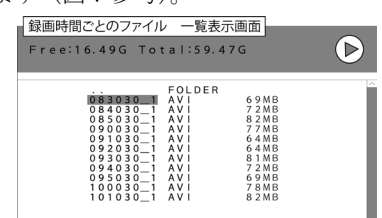

図11
- ⑤続いて、ディスプレイに“録画時間ごとのファイル”が一覧表示されます。“上/下ボタン”、“左/右ボタン”で確認したいファイルへカーソルを合わせ、“決定ボタン”で確定してください（図11参考）。
- ⑥ディスプレイに録画ファイルが映し出され、再生が開始されます。
- ⑦録画ファイル再生中に“決定ボタン”を押すと、再生を一時停止することができます、再度押すと再生が再開されます。